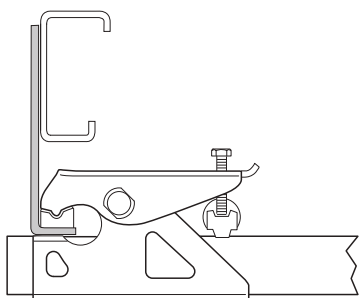
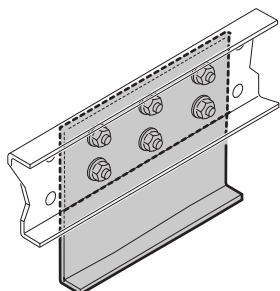

Fig. 11
Fig. 12
- Piastre di montaggio per il livellamento in altezza per telaio standard con profilo a L o a U (Fig. 11) (Fig. 12).